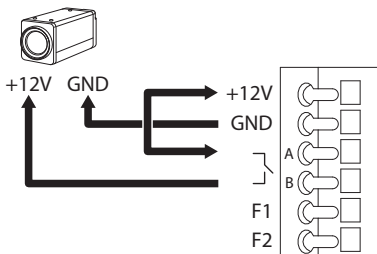

Рис. 95 CN7. Режим ONVIF
- Отключите телеметрический кабель от камеры и подключите источник питания камеры (Рис. 95 CN7. Режим ONVIF, страница 46).